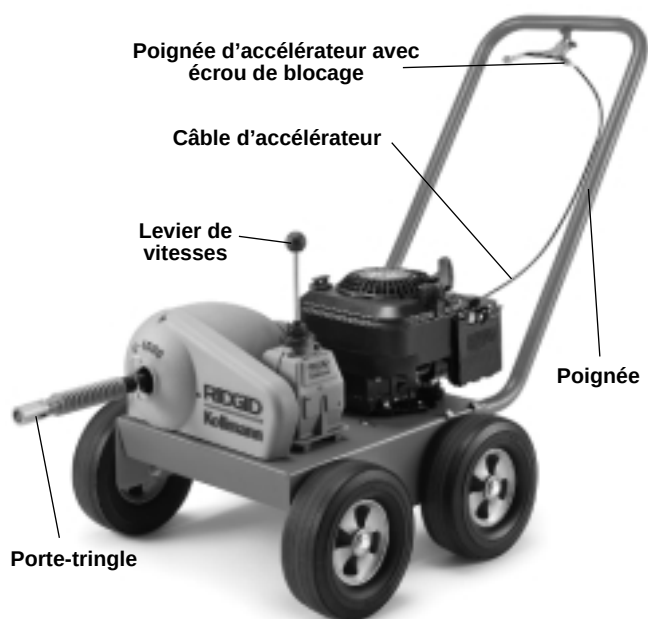

Figure 1
1. Introduisez les embouts de la poignée dans les manchons correspondants de l'embase et fixez-la à l'aide des deux boulons de 3/8 po fournis (*Figure 1*).
8. Connectez la tringle au porte-tringle de la machine (Figure 1).